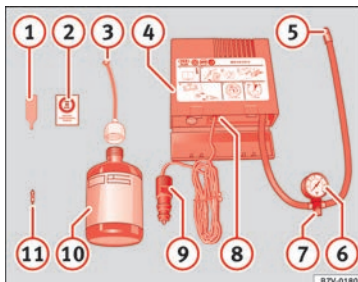

Fig. 60 Représentation standard : contenu du kit anticrevaison.
- Dévissez le capuchon et l'obus de la valve du pneu. Utilisez l'appareil » **fig. 60 ①** pour extraire l'obus. Placez-le sur une surface propre.
- Agitez fortement la bouteille de produit de colmatage des pneus » **fig. 60 ⑩**.
- Vissez le tuyau de gonflage » **fig. 60 ③** sur la bouteille de produit de colmatage. Le plombage du goulot de la bouteille est automatiquement percé.
- Retirez le bouchon du tuyau de remplissage » **fig. 60 ③**, puis vissez l'extrémité ouverte du tuyau sur la valve du pneu.
- Placez de nouveau l'obus de valve sur la valve du pneu avec l'outil » **fig. 60 ①**.
- Vissez le tuyau de gonflage du pneu du compresseur » **fig. 60 ⑤** sur la valve du pneu.
- Vérifiez si la vis d'évacuation d'air est serrée » **fig. 60 ⑦**.
- Branchez le connecteur » **fig. 60 ⑨** à une prise de courant de 12 volts du véhicule » **fig. 60 ⑨** page 146.
- Raccordez le compresseur d'air au commutateur ON/OFF » **fig. 60 ⑧**.
- Contrôlez de nouveau la pression au bout de 10 minutes » **fig. 60 ⑧** page 81.